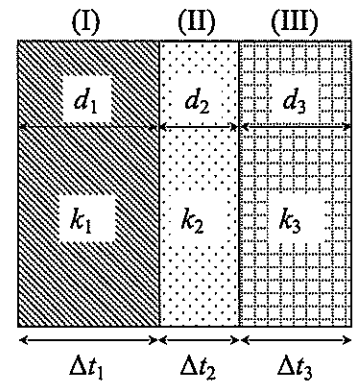

図 2-1 炉壁
(1) 空欄 ア ， イ  にあてはまる適切な語句を答えなさい。
(2) 図 2-1 のように，耐火れんが(I)，断熱れんが(II)，普